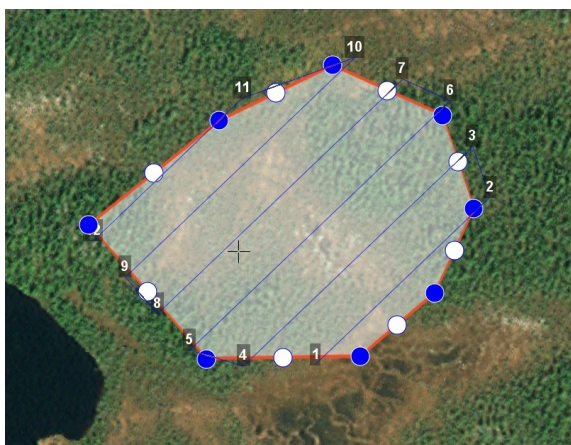

Рис. 48: Выделенный полигон
1. Выделите полигон, для этого нажмите на нем левой кнопкой мыши (рис. 48);